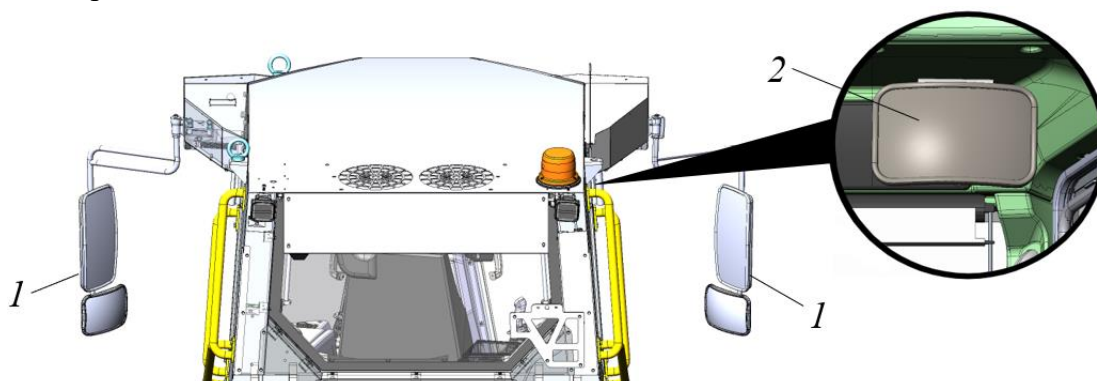

Рисунок 3.48. Внутреннее зеркало заднего вида
- ▶ Отрегулировать наружные поз. 1 и внутреннее поз. 2 зеркала заднего вида, см. рис. 3.48.